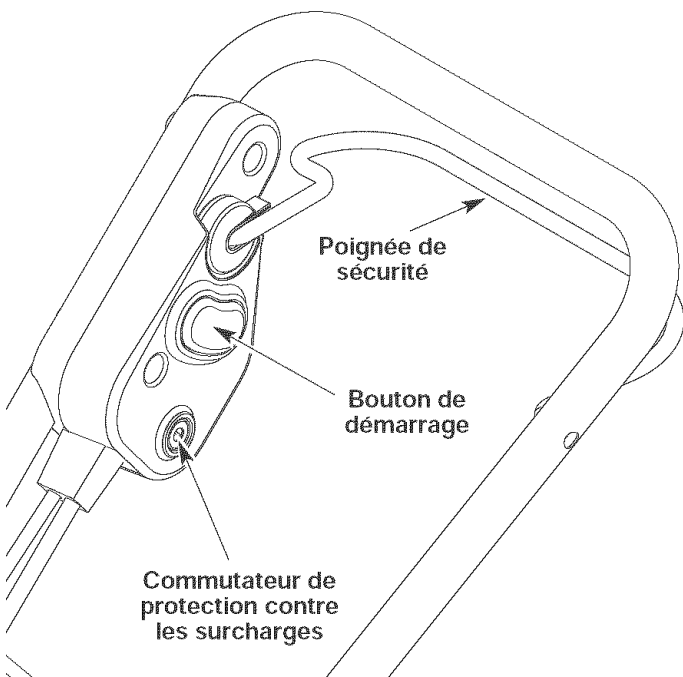

Fig. 4
2. Appuyez sur le bouton de démarrage rouge et maintenez-le enfoncé (Fig. 4)